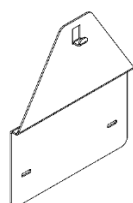

Рисунок 6. Переходная планка
7.2.3 При наличии в задней стенке только одного монтажного отверстия (сверху), а также если ранее был установлен аппарат марки «NEVA» или «BaltGaz», который крепился к стене с помощью двух крючков, можно выкрутить данные крючки и использовать отверстия для установки переходной планки (см. рис. 6). Переходная планка 114511-00.050 позволяет смонтировать аппарат с